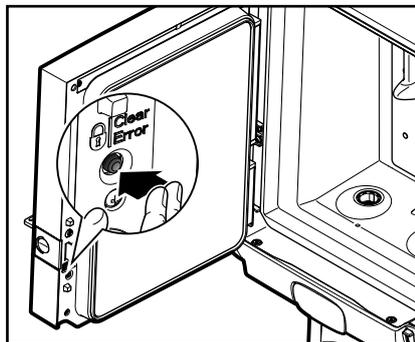

Fig. 22
2. Premere l'interruttore **'SERRATURA/Clear-Error'**, per bloccare l'erogazione delle bevande (fig. 22).
3. Premere l'interruttore **'SERRATURA/Clear-Error'**, per riabilitare l'erogazione delle bevande (fig. 22).